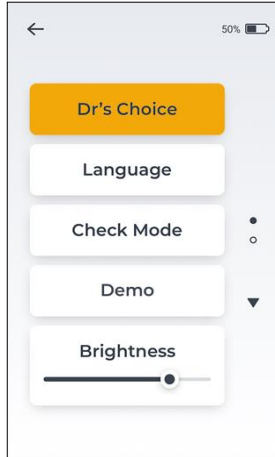
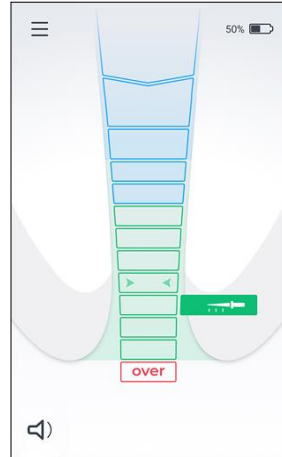

图 12
图 13
- 进入设置菜单，点击 **Dr's Choice** 选项卡 - 见图 12。“Dr's Choice”激活后呈橙色，此时，在该菜单下选择的根尖线也将出现屏幕上 - 见图 13。
- 如需关闭 **Dr's Choice** 菜单下的根尖线设置，请进入设置菜单，单击 **Dr's Choice** 选项卡，关闭 **Dr's Choice** 菜单 - 见图 12。